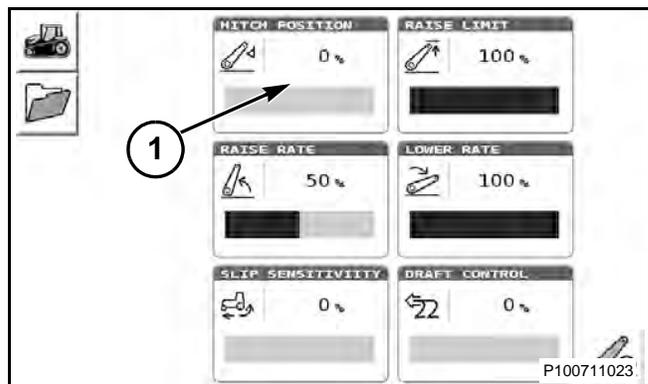

FIG. 128
FIG. 128: La altura del enganche (1) proporciona al operador la posición vertical del enganche de tres puntos. Altura del enganche es la ubicación del enganche en relación con el ajuste del parámetro de límite de levantamiento